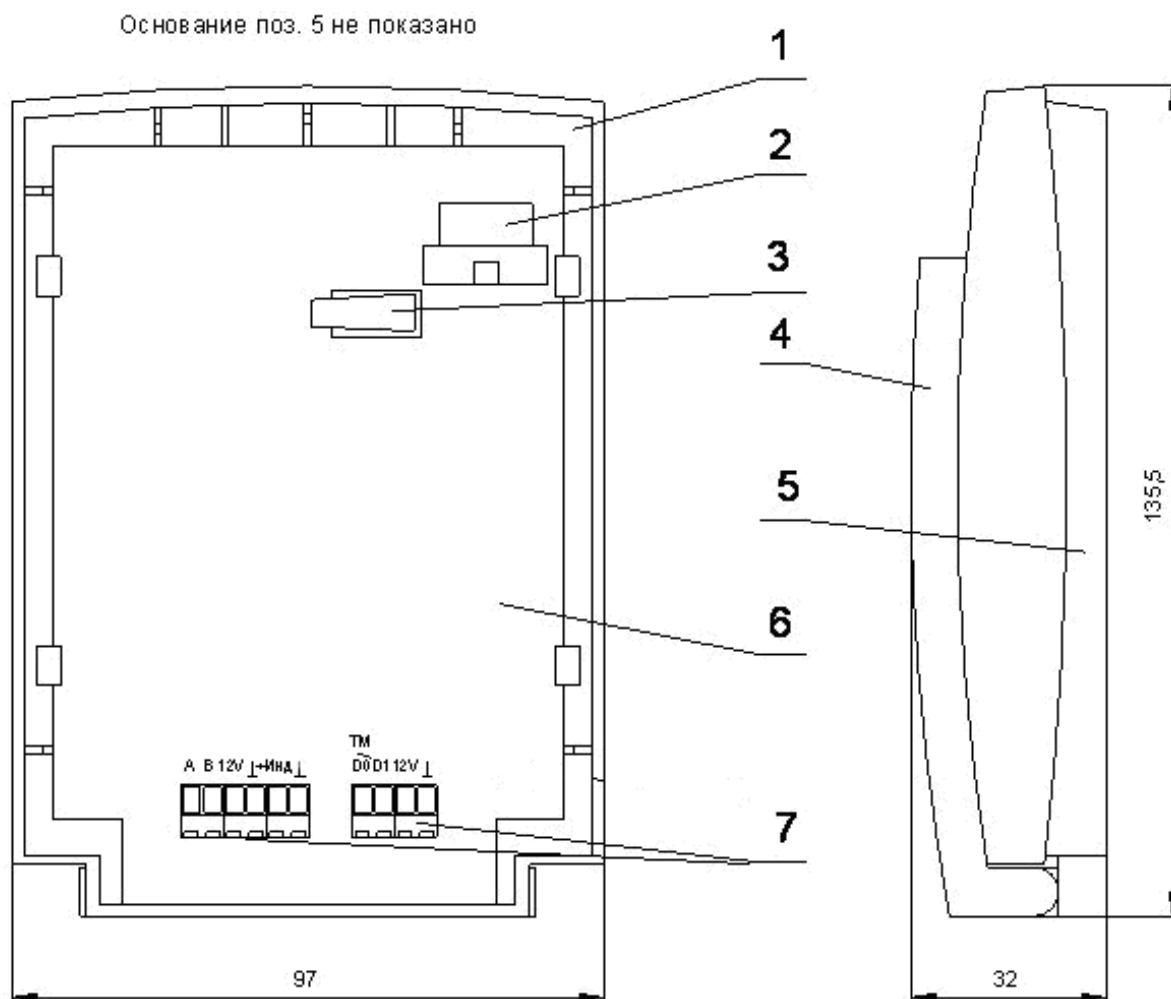

Рисунок 2 – Габаритные размеры пульта и расположение элементов на плате
Конструктивно пульт выполнен в пластмассовом корпусе, который состоит (рисунок 2) из трех частей - основания (5), передней панели (1) и откидывающейся крышки (4). Крепление пульта предусматривается на плоской вертикальной поверхности.